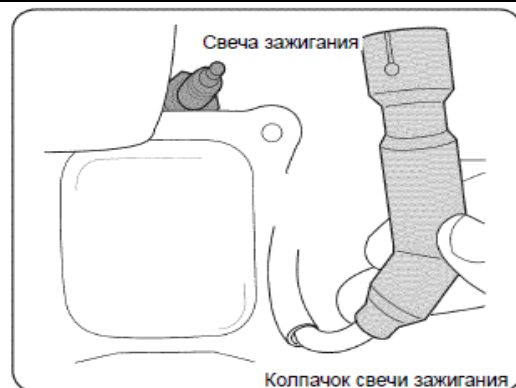

Рис. 14
1. Снимите колпак со свечи зажигания и с помощью свечного ключа отверните и извлеките свечу, (См. Рис. 14).